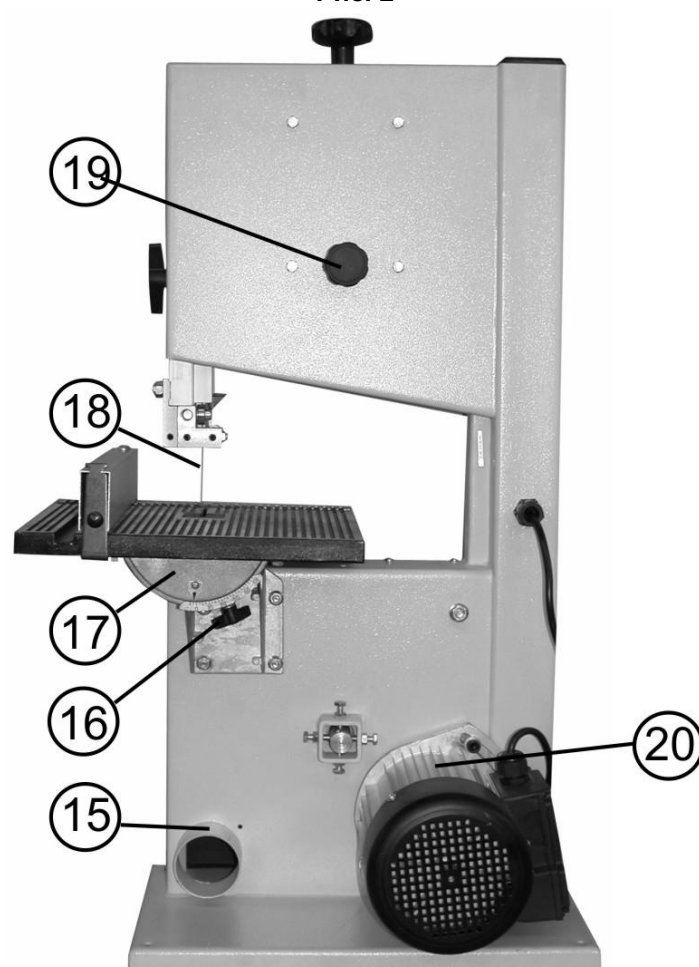

Рис. 3
- 12.1. Перед включением убедитесь в том, что патрубок пылесборника (15), Рис. 3, вашей электропилы подсоединён к устройству для сбора стружки и древесной пыли (к пылесосу) (см. п. 17.2.).